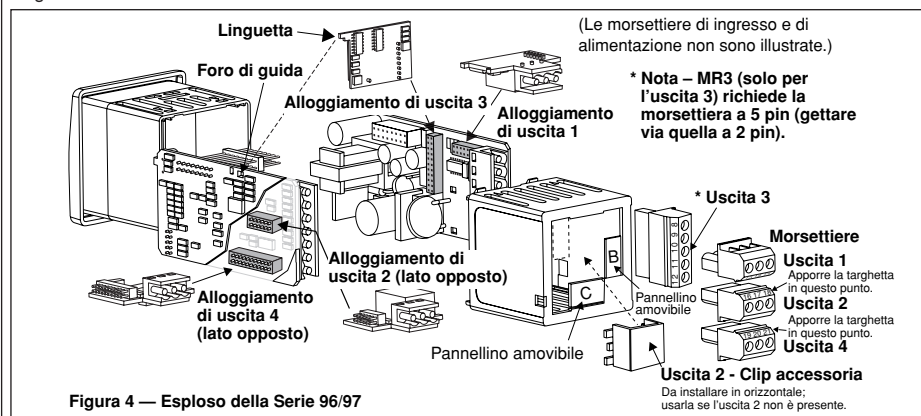

Figura 4 — Esplosione della Serie 96/97
- Se pertinente, togliere il pannello B o C (vedi Figura 4) per i pin di uscita sul retro dell'involucro, quindi installare la morsettiere a 5 pin per MR3 sull'uscita 3; gettare via la morsettiere a 2 pin (vedere le istruzioni per il cablaggio dell'uscita 3 e di alimentazione, nel capitolo 3 della guida all'installazione e all'uso della Serie 96 o 97).
- Se l'alloggiamento dell'uscita N. 2 è vuoto, richiede la clip accessoria (vedi Figura 4). Inserire prima i piedini sinistri della clip, poi inserire quelli destri con un piccolo cacciavite; la clip si deve bloccare con uno scatto e rimanere a filo.
- Aggiornare le informazioni sul cablaggio e il numero di modello del termoregolatore (sul suo lato sinistro osservandolo dalla parte anteriore) coprendo le targhette vecchie con quelle allegate al kit del modulo (vedi Figura 5). Fissare le targhette nuove con un piccolo cacciavite. Apporre le targhette anche alle morsettiere nuove (vedi Figura 4).